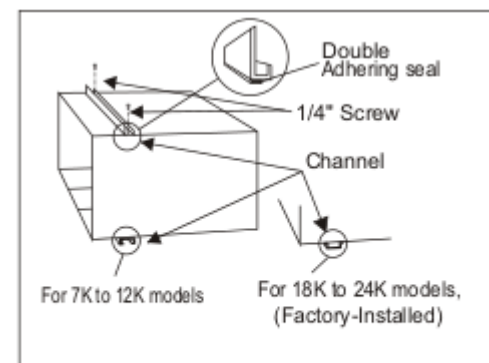

Fig. 3
A. Canaleta superior en forma de "L": Pegue el sello de doble contacto a la canaleta superior en forma de "L", y luego instale la canaleta en la parte superior del gabinete como se muestra en la (Fig. 3) con (5) tornillos de 1 / 4".
B. Canaleta inferior en forma de "n": Instalar como se muestra en la (Fig. 3) con (4) tornillos de 1 / 4".